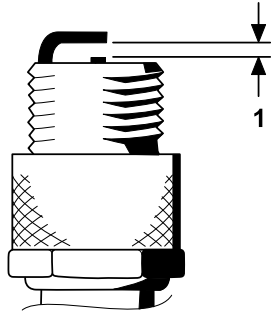

Figure 32
- Réglez l'écartement entre les électrodes centrale et latérale à 0,76 mm (0,030 po), comme montré à la Figure 32.